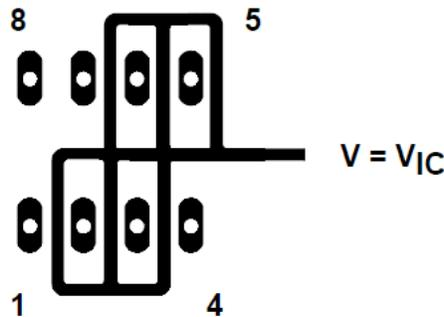

図 5-4. デバイス入力周辺の絶縁金属 (JG および P パッケージ)
1. デバイスを他の潜在的なリーク源から絶縁します。デバイス入力周囲と間に、接地されたシールドを使用します (図 5-4 を参照)。そうしなければ入力に流れ込む可能性のあるリーケージがシャントされます。
TLC272 および TLC277 は入力インピーダンスが非常に高く、バイアス電流が低いため、低レベルの信号処理に適していますが、プリント基板やソケットに流れるリーク電流がバイアス電流要件を簡単に超え、デバイス性能が低下する可能性があります。入力の周囲にガードリング (セクション 5 セクションの 図 5-4 のものと同様) を配置することをお勧めします。